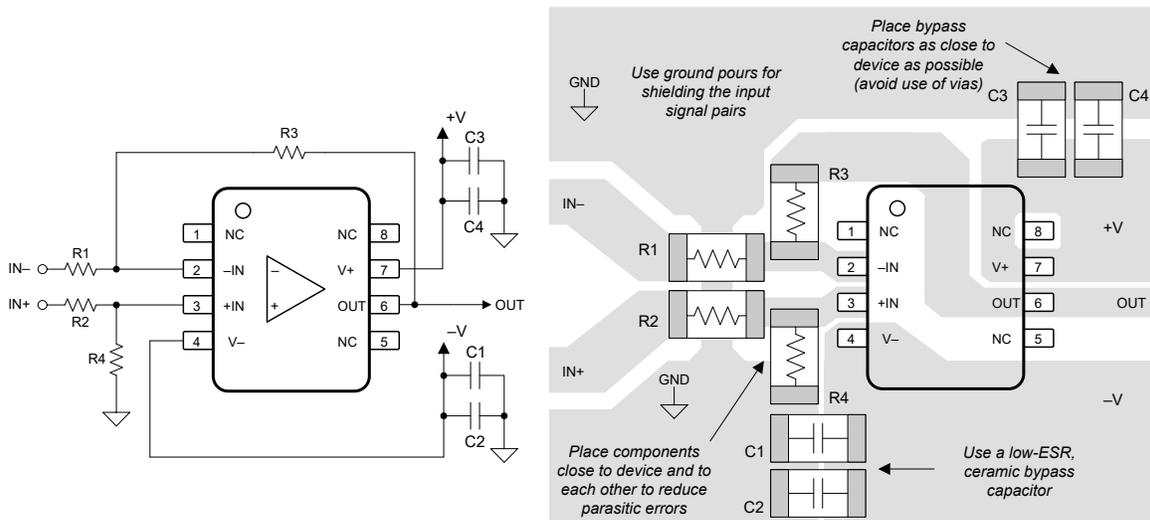

图 7-7. 差分放大器配置的运算放大器电路板布局
- 外部元件应尽可能靠近器件放置。如图 7-7 所示，使反馈电阻 (R3) 和增益电阻 (R4) 靠近反相输入以更大限度地减小寄生电容。